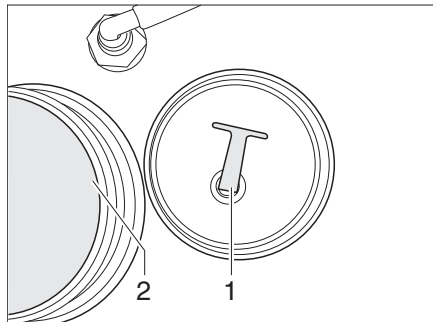

Fig. 285 Tapón de cierre
- Extraer o desenroscar el tapón de cierre (Fig. 285,1) del orificio de salida (Fig. 285,2). Se vacía el agua.